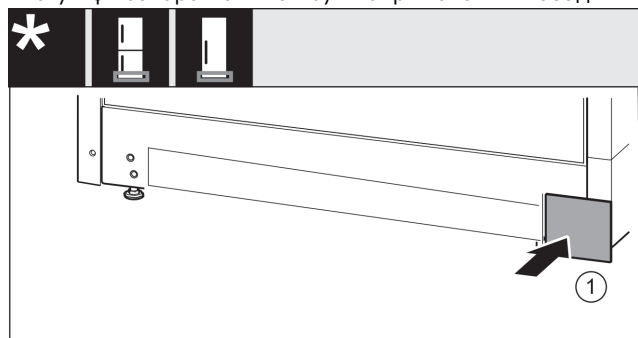

Fig. 19
- ▶ Знову вставте кришку Fig. 19 (1) з іншого боку.